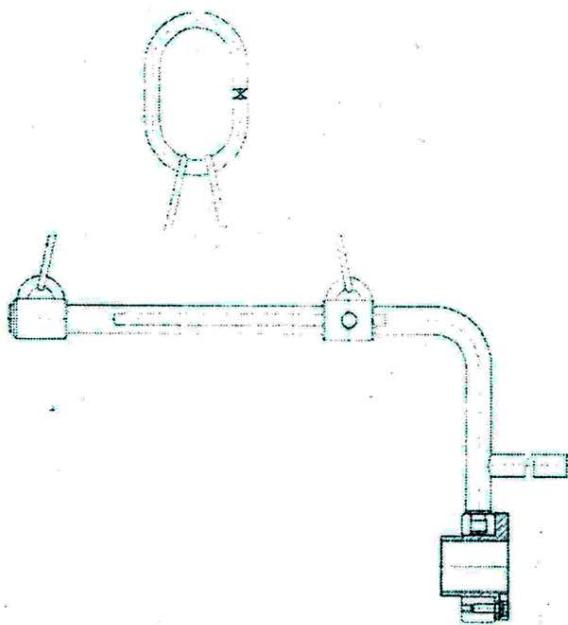
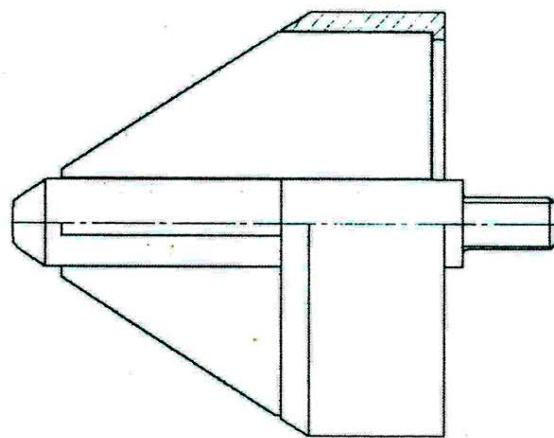

Рисунок 1
Рисунок 2
3.4.10 Вывернуть болты, крепящие к станине щит подшипниковый поз 12, стропить якорь поз 23 с помощью захвата (рисунок 1). Вывести якорь вместе со щитом подшипниковым из системы магнитной поз. 13, не задевая за полюса. Положить якорь на деревянные седлообразные подкладки или стеллаж без опоры на щит подшипниковый.
3.4.12 Со стороны противоположной коллектору установить на вал втулку, направляющую рисунок 2 и распрессовать щит подшипниковый.
3.5.15 Стропить якорь со щитом поз. 12 с помощью захвата рисунок 1. Установить на вал якоря со стороны коллектора втулку направляющую рисунок 2. Ввести якорь в систему магнитную поз. 13, совместив отверстия щита подшипникового поз 11 и крышки подшипника поз. 3.